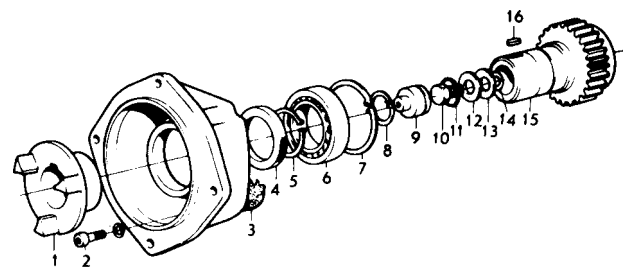

Fig. 13
2. Enfoncer le roulement (6, fig. 13) dans le carter avant en se servant du mandrin 884500.
3. Verrouiller le roulement avec le circlips (7).
4. Enfoncer le pignon (15) dans le roulement en se servant du mandrin 884263. REMARQUE : l'outil d'appui (mandrin 884488) doit être adapté à la bague intérieure du roulement.
5. Verrouiller le pignon avec le circlips (5).
6. Pour protéger la bague d'étanchéité (4) lors du montage, commencer par poser la douille 884487 sur l'extrémité de l'axe du pignon. Enduire la bague d'étanchéité d'un peu de graisse et la monter, côté avec ressort tourné vers le roulement. REMARQUE : **La bague d'étanchéité doit être enfoncée jusqu'au même niveau que le bord du carter, mais pas davantage.** Enlever la douille et fixer la clavette (16).